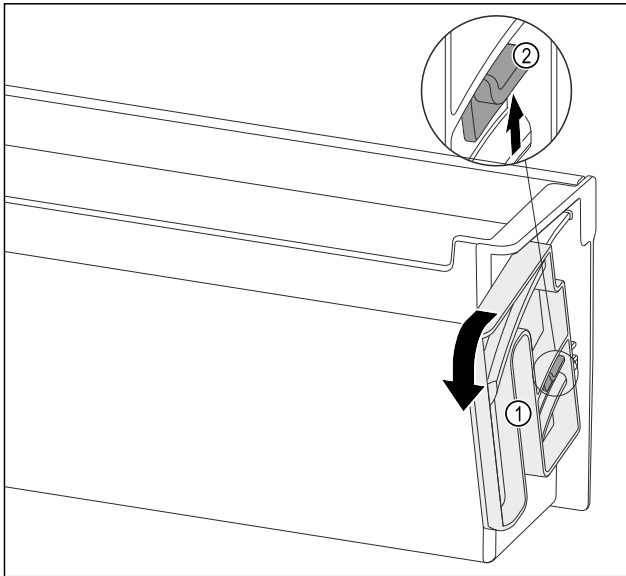

Fig. 141
- ▶ Dreheinheit Fig. 141 (1) in die angegebene Richtung bis zum Anschlag drehen.
- ▶ Lasche Fig. 141 (2) nach oben drücken und Dreheinheit Fig. 141 (1) entnehmen.